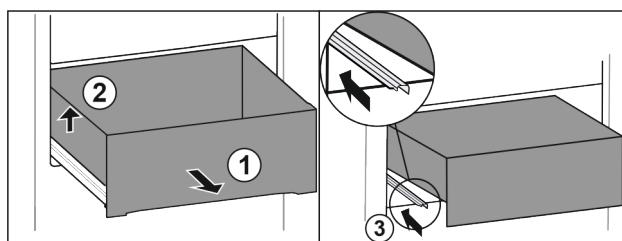

Fig. 77
- Vytiahnite zásuvku až na doraz. Fig. 77 (1)
- Nadvihnite zásuvku dočava. Fig. 77 (2)
- Zasuňte ľavú koľajničku. Fig. 77 (3)